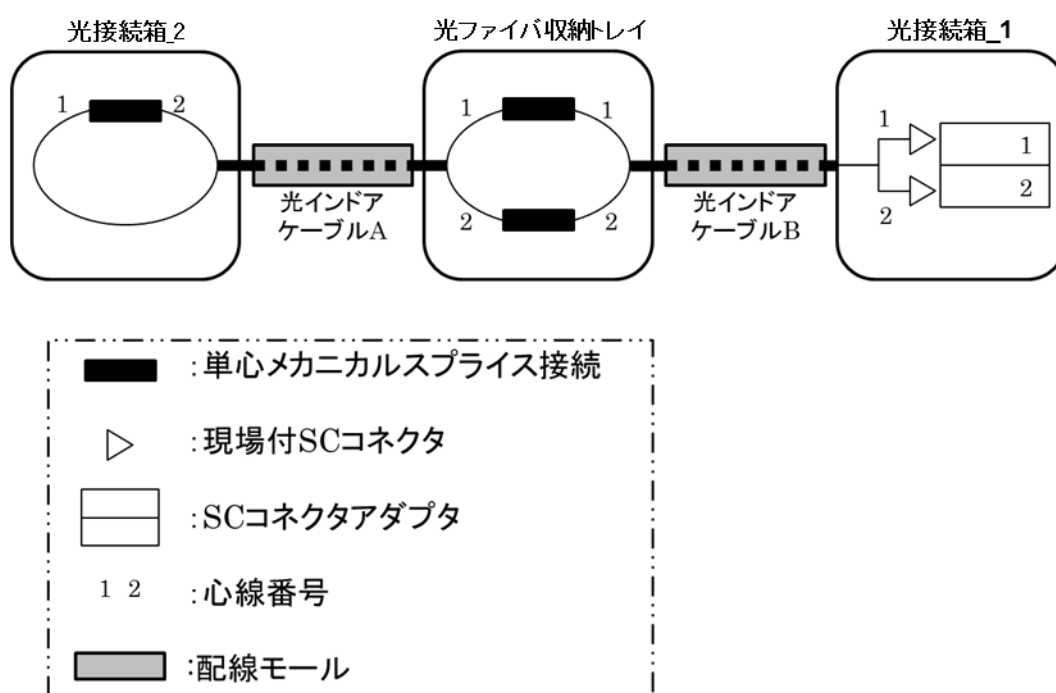

図2 光ファイバ心線接続図例
- ・ 光接続箱_1 で、光インドアケーブル端を 1m 口出し、図2に従って SC コネクタを成端シアダプタに接続すること。アダプタは所定の場所に固定すること。
- ・ 光接続箱_2 で、光インドアケーブル端を 1m 口出し、図2に従って心線を接続し収納すること。
- ・ 収納トレイ内で、光インドアケーブル両端をそれぞれ 1m 口出し、図2に従って心線を接続し収納すること。